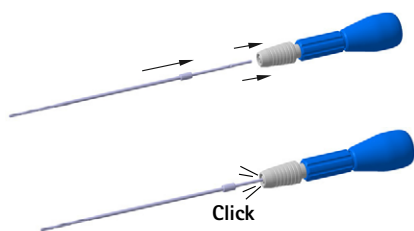

Fig. 3 Asamblarea burghiului
- Introduceți burghiul în ghidajul de burghiu (FJ839R), vezi Fig. 3.